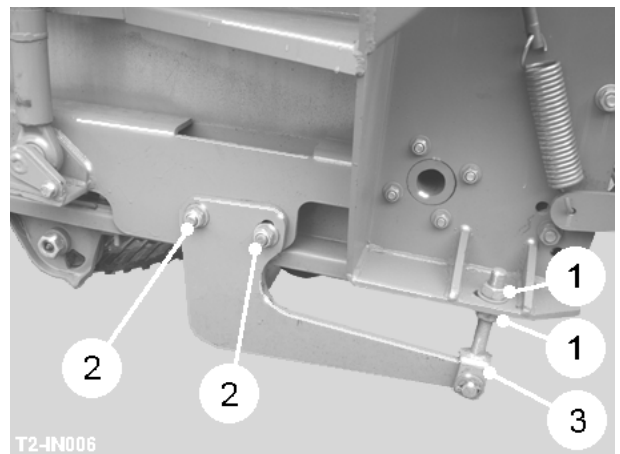

Fig 6
Ajuster l'angle des parts défont le locknuts (item 1, fig 6) sur les deux côtés de la machine, ralentissez l'installation verrouille (item 2, fig 6) et ajusteur de la ré-place (item 3, fig 6). Assurez les deux côtés sont ajustés également en mesurant au-dessus de la pointe des parts externes au pont du support du disque. Les points de la part devraient être gardés aussi haut que whilst praticable qui maintient encore la profondeur du creusement adéquate. Baisser les points aidera la pénétration mais peut augmenter risques de dégât de la récolte. Si le sol a été cultivé suffisamment ce ne devrait pas être nécessaire. Si le ton est trop escarpé (les points ont baissé) il peut augmenter grandement le chargement ou 'démolir' effet sur le cadre de la part, surtout quand en conditions dures ou dures. Régulièrement vérifiez le cadre de la part (surtout en conditions mouillées) pour intensification du sol comme un coussinet de sol à ce point créera un effet du freinage considérable sur le tissu de l'excavateur. Assurez que le cadre de la part n'est pas en le contact avec le tissu défend à ce point.